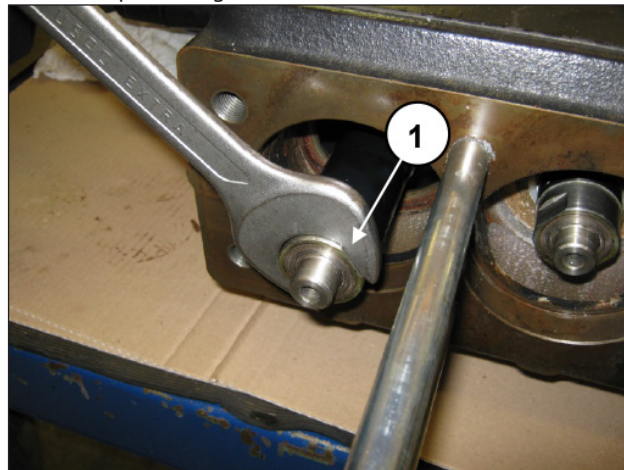

Fig. 124
Dopo aver smontato testata, liberare i distanziali come indicato in pos. ①, Fig. 124.